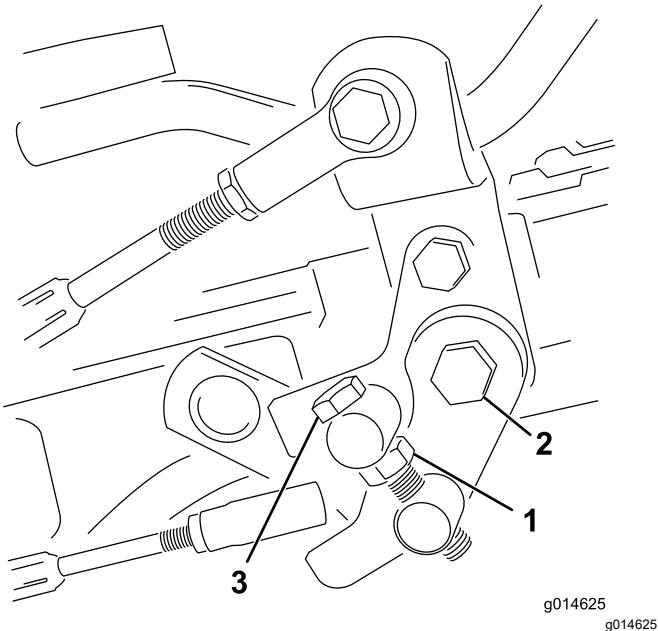

Figura 46
1. Allentate il controdado sul bullone di articolazione (Figura 46).
4. Serrate il controdado sul bullone di articolazione e il dado sul perno del pedale per fissare la regolazione (Figura 46). Controllate la messa a punto, e all'occorrenza ripetete la regolazione.